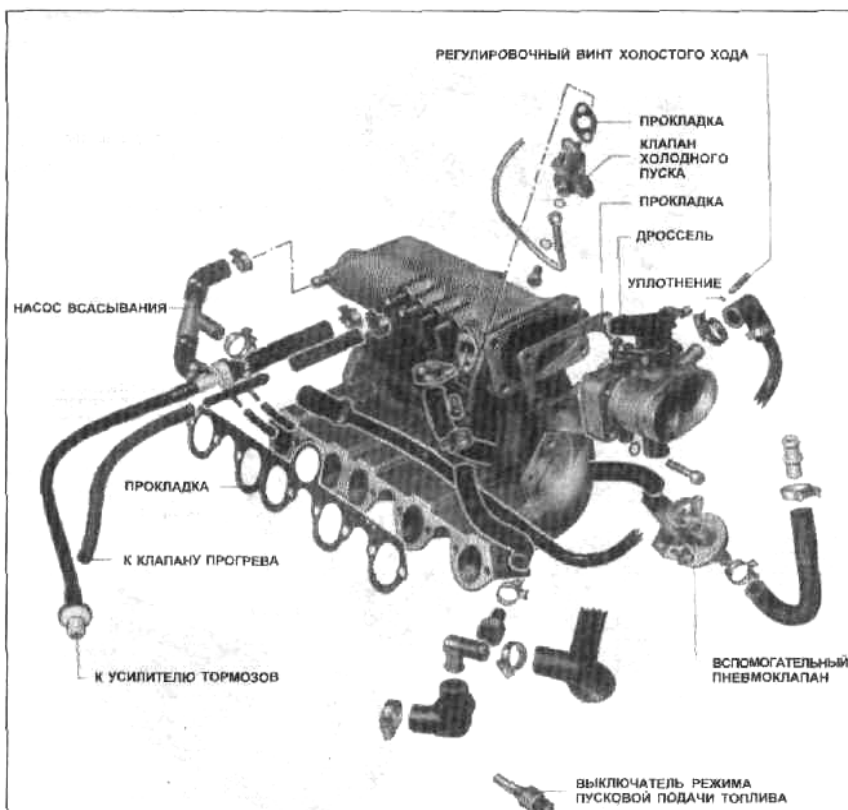

Рис. 3.61 Впускной коллектор и связанные компоненты (система впрыска топлива) (Глава 22)
- 2 Открутите и отсоедините кожух дроссельной заслонки от коллектора (Рисунок 3.61).